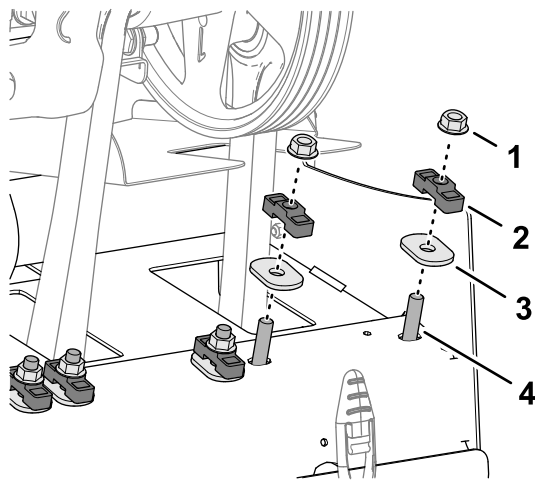

Figura 121
1. Retire las 2 contratueras con arandela prensada que fijan el eje del amortiguador Roto-Link al bastidor trasero de la máquina (Figura 121)